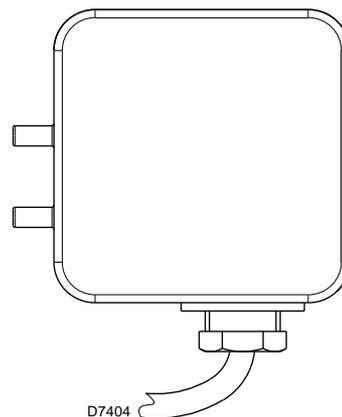

Fig. 23
- Regular el presostato aire (Fig. 23) en el inicio de la escala.
Regule el presostato aire tras haber realizado todas las demás regulaciones del quemador con el presostato aire (Fig. 23) regulado al inicio de la escala.